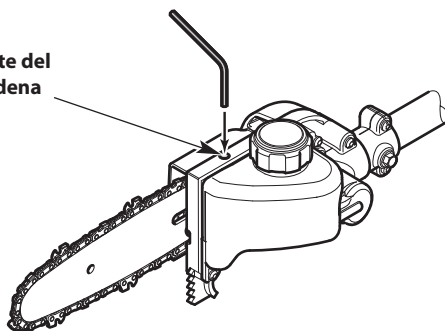

Fig. 18
1. Inserte una llave Allen de 3/32 pulgadas en el tornillo de ajuste de aceite de la cadena (Fig. 18).